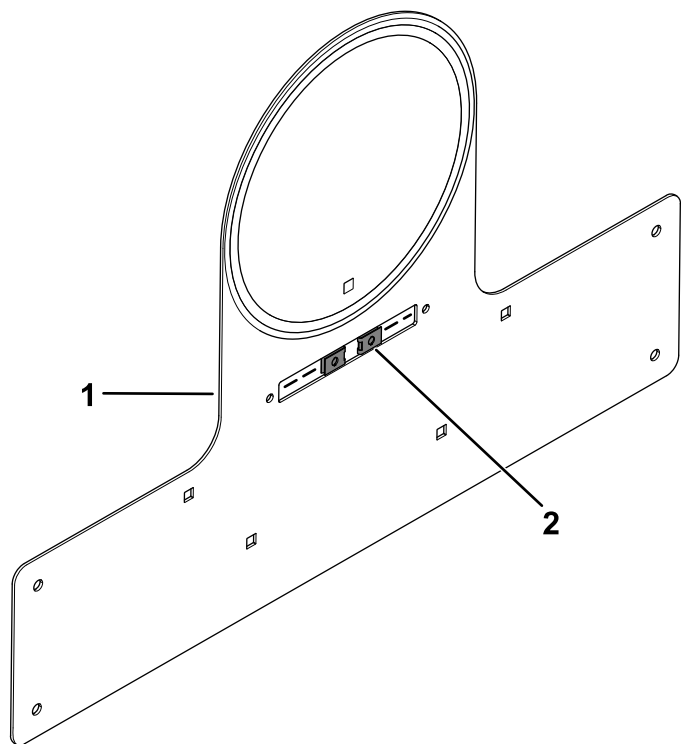

Figura 26
6. Montați cele 2 piuli de viteză pe suportul plăcii de viteză (Figura 26).